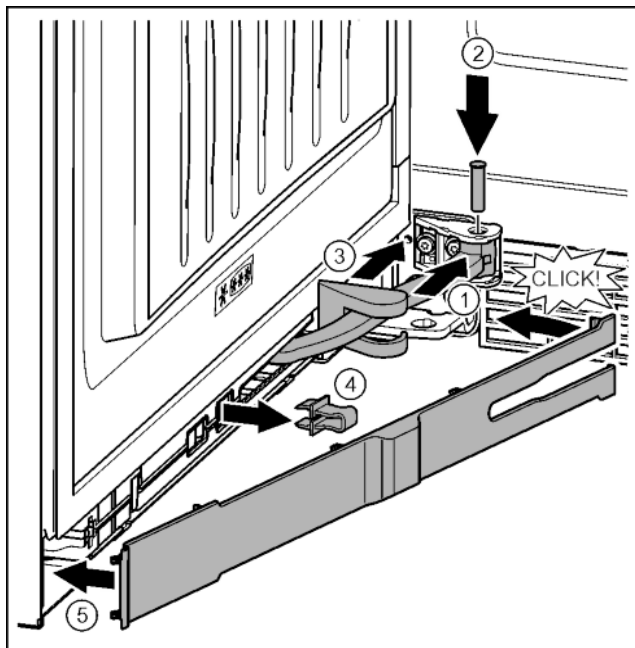

Fig. 45
- Pagrieziet šarnīru viru mehānismā. Fig. 45 (1)
- Ar skrūvgriezi T15 ievietojiet tapu viru mehānismā un šarnīrā. Uzmaniet, lai aiztura izcilnis pareizi atrastos rievā. Fig. 45 (2)
- Bīdīet gultņa balsta pārsegu gar šarnīru un uzstādiet virs viru mehānisma. Fig. 45 (3)
- Noņemiet aizturi. Fig. 45 (4)
- No roktura puses pielieciet aizsegu un pagrieziet sākotnējā pozīcijā. Fig. 45 (5)